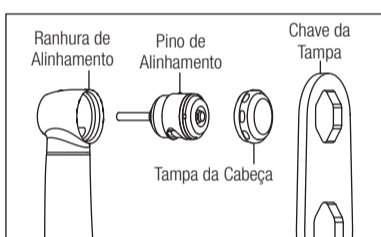

Fig. 15
- 6) Introduza o novo rotor na cabeça alinhando o pino com a ranhura da cabeça. (Fig.15)